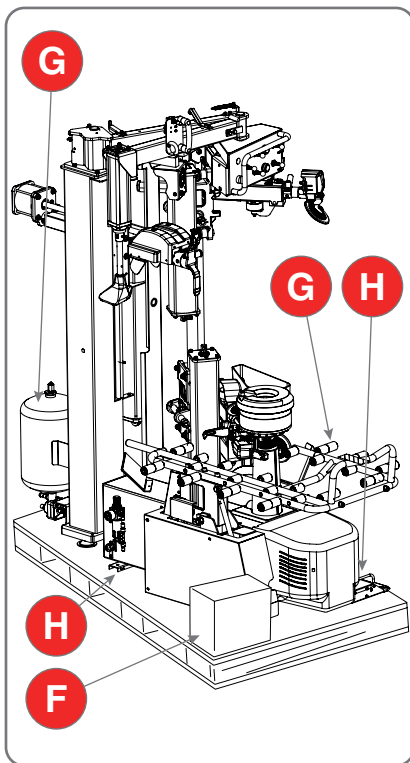

Fig. 3.1
Am oberen Teil der Maschine die Verpackung entfernen und sicherstellen, dass sie während des Transports keine Schäden erlitten hat; die Befestigungspunkte (H - Abb.3.1) an der Palette ermitteln.
- die Schrauben vom Befestigungsfuß (H - Abb.3.1) lösen;